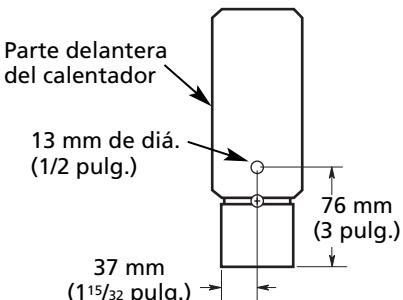

Figura 11 – Patrón de Perforación de las Tapas Extremas
5. Los cables de conexión del suministro eléctrico pueden encaminarse de calentador a calentador, mediante la perforación de un agujero de 13 mm (1/2 pulg.) de diámetro en las tapas extremas de los calentadores mutuamente adyacentes. Consulte la Figura 11, página 5. Para evitar la posibilidad de causarle daño al cableado interno del calentador, todas las perforaciones en las tapas extremas deben hacerse con éstas desmontadas del calentador.